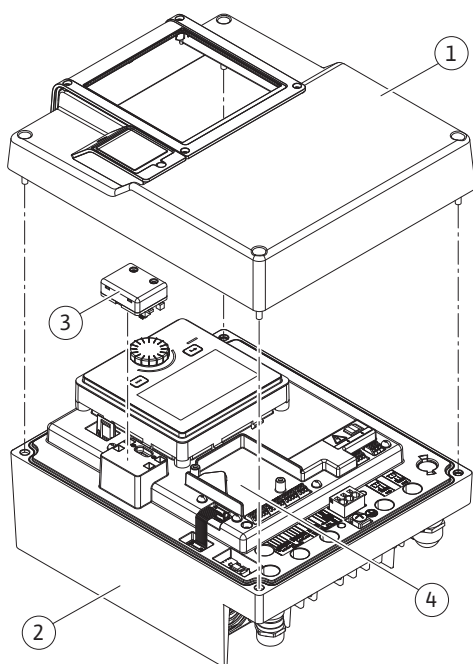
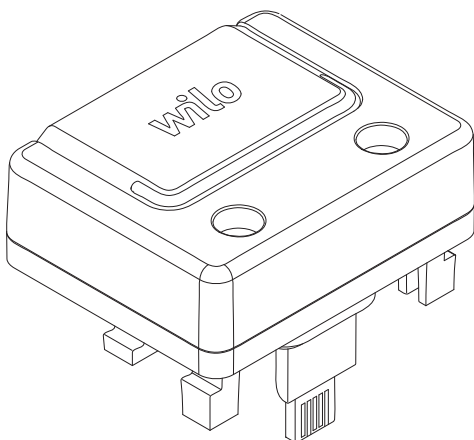

Fig. 25: Elektronikamodule
Fig. 26: Wilo-Smart Connect module BT
De Bluetooth-interface (Fig. 25, pos. 3) van de Wilo-Smart Connect module BT (Fig. 26) is bestemd voor koppeling met mobiele eindapparaten, zoals een smartphone en tablet. Met de Wilo-Smart Connect-app kan de pomp worden bediend, ingesteld en kunnen pompgegevens worden uitgelezen. Zie voor de instellingen het hoofdstuk "Inbedrijfname".
3. Plaats de Wilo-Smart Connect module BT in de daarvoor bestemde interface. Zie Fig. 25, pos. 3.
CIF-modules (toebereiden) zijn bestemd voor de communicatie tussen pompen en gebouwbeheersystemen. CIF-modules worden in de elektronicamodule geplaatst (Fig. 25, pos. 4)